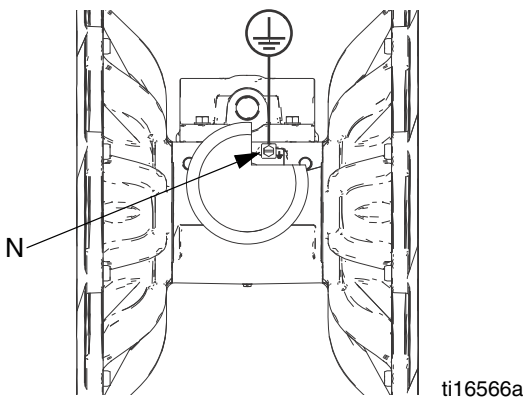

FIG. 3. Vis et fil de terre
- N Vis de terre (aluminium et acier inox uniquement, consultez la FIG. 3, page 10)
Pompe : consultez la FIG. 3. Desserrez la vis de terre (N). Introduisez une extrémité d'un fil de terre de 12 ga. minimum derrière la vis de terre et serrez-la bien. Raccordez l'extrémité du collier du fil de terre à une véritable prise de terre. Un fil de terre et un collier, référence 819.0157, sont disponibles.